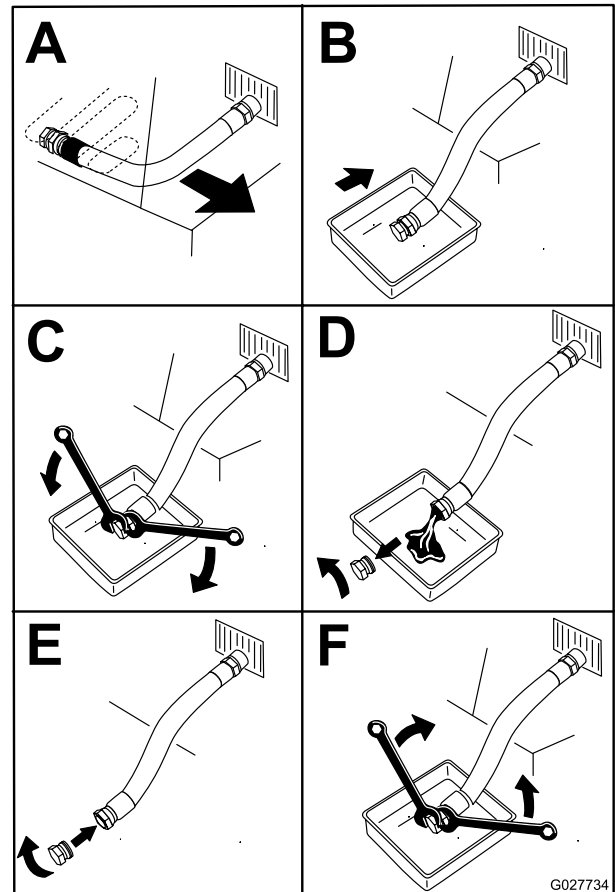

Bild 62
4. Lassen Sie das Öl vom Motor ab (**Bild 62**).